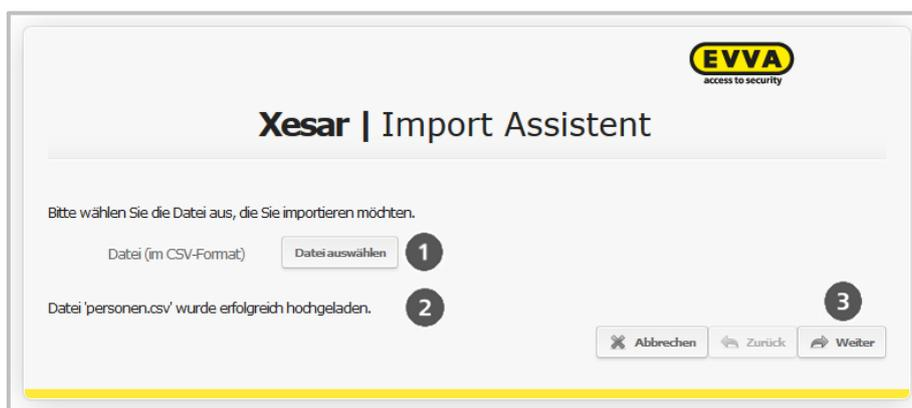

Abbildung 115: Import Assistent
- Klicken Sie nun auf **Datei auswählen** ❶, um Ihre CSV-Datei zu importieren (Abbildung 115: Import Assistent).